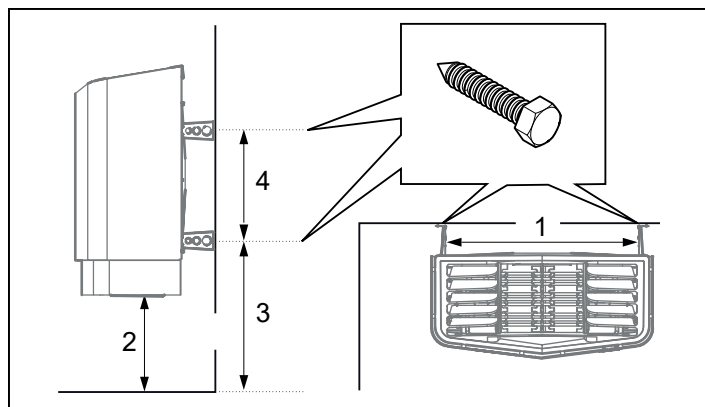

Figure 12 : Dimensionnement
6. Positionnez les vis de supports en fonction du dimensionnement indiqué (voir figure 12).